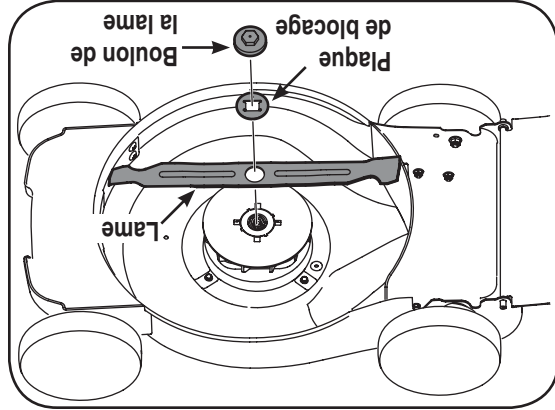

Figure 5-3
6. Mettez la lame sur le moyeu, la plaque par-dessus la lame et vissez le boulon à la main (voir la Figure 5-3).